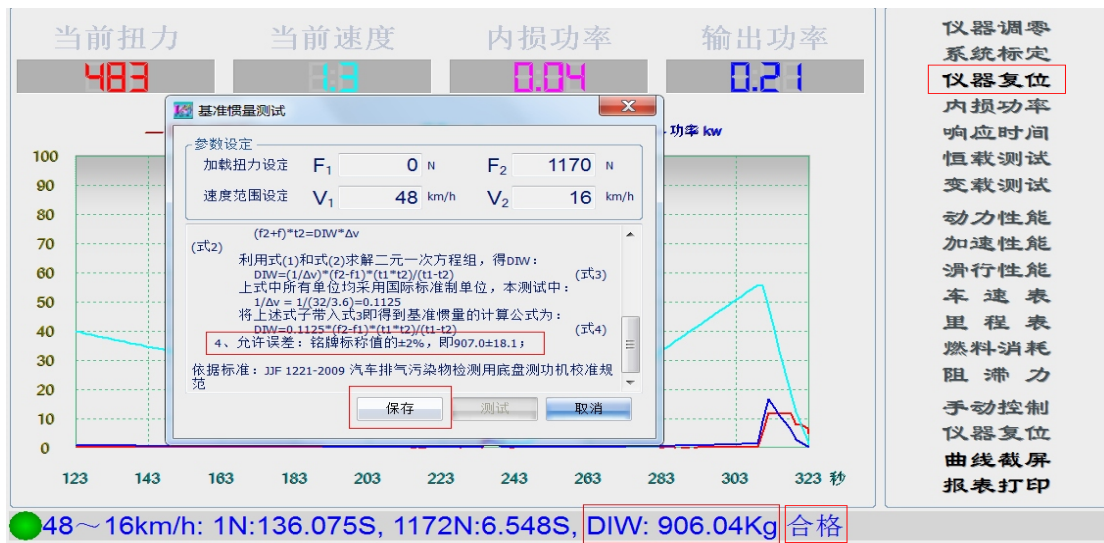

图 4.20
(2)、在基准惯量测试过程中，“基准惯量”选项变为“仪器复位”，按软件提示自动完成基准惯量测试，如基准惯量测试过程中遇到意外情况需停止电机，可点击“仪器复位”终止基准惯量测试。基准惯量测试完成后会弹出如图 4.20 所示的对话框，点“保存”则将“基准惯量”测试数据保存到单片机中（基准惯量测试完成后一定要保存测试数据，因为基准惯量是后续几个测试项目准确与否的充分条件）。对话框下方还显示基准惯量 DIW 的测试数值：906.04（基准惯量允许误差范围 907.0 ± 18.1 ），FVET 软件会根据测试数值判定测试结果是否合格。